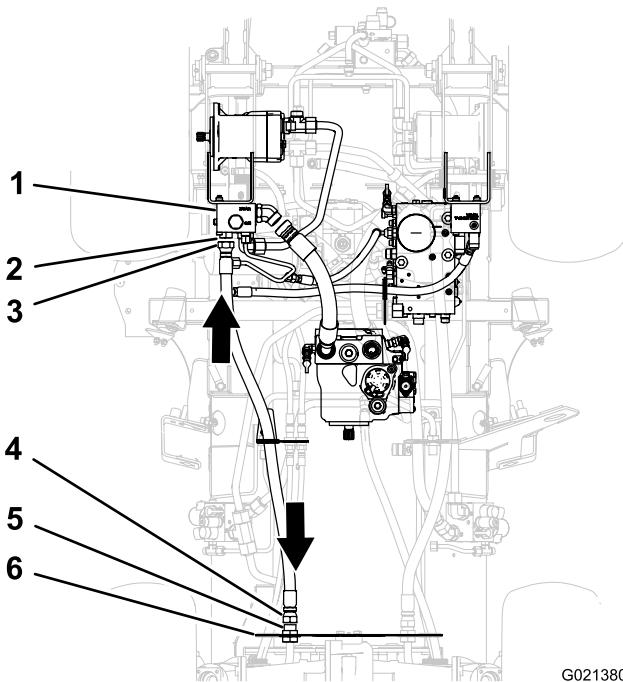

Figure 16
- Alignez le raccord arrière du flexible de traction arrière sur le raccord de tablier (Figure 16).
- Alignez le raccord avant du flexible de traction arrière sur le raccord hydraulique droit situé dans l'orifice M3 du collecteur de diviseur de débit (Figure 16).